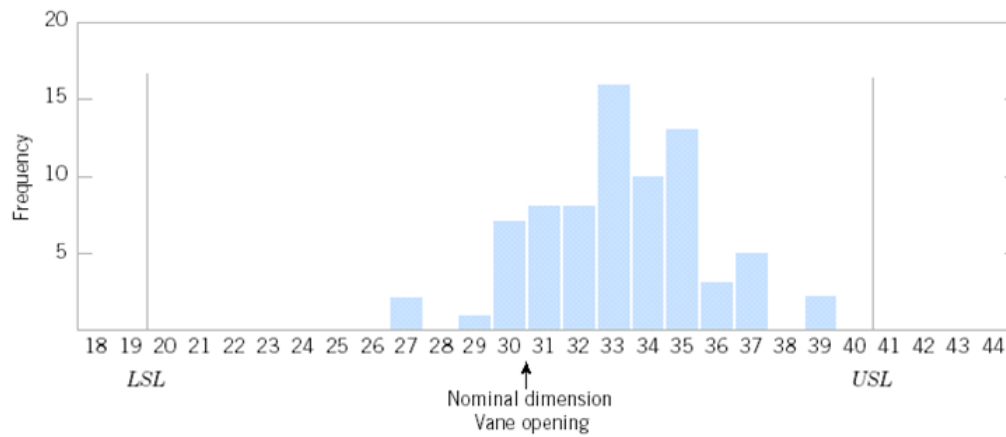

Figura 6.9: *Histograma* de la apertura de las paletas. Podemos asumir que esta variable tiene una *distribución Gaussiana*.
- En la Figura 6.9 podemos observar que el proceso no está centrado en 30, el *valor nominal* para la apertura de paletas.